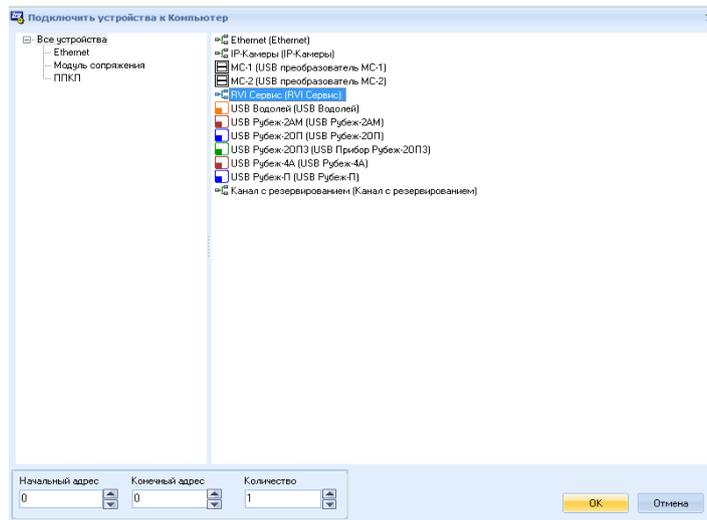

Рис. 45 Окно подключения устройств
1. в древе устройств (вкладка **Планы**) к устройству компьютер подключить **RVI сервис** (Рис. 45).